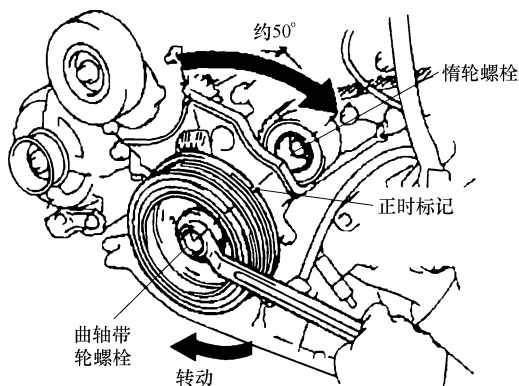

图 24-28 顺时针转动曲轴传动带约50°
③ 顺时针转动曲轴带轮约50°, 使曲轴带轮正时标记与曲轴带轮螺栓中央和2号正时带惰轮成一直线, 如图24-28所示。
4) 检查曲轴带轮位置。使曲轴带轮正时标记与曲轴带轮螺栓中央和 2 号正时带惰轮螺栓成一线（图 24-28）。